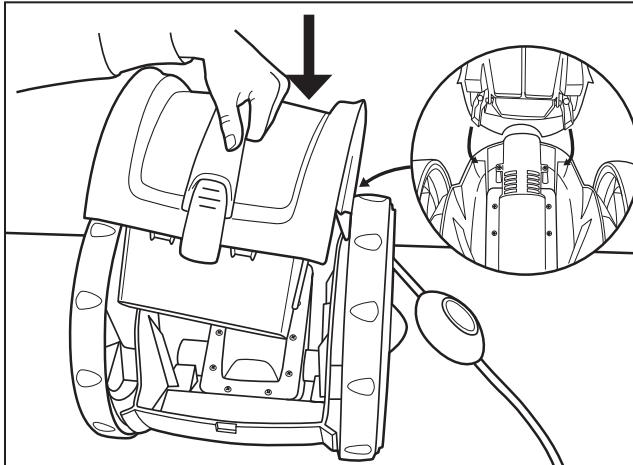

**Figure 12. Engrener les crochets de la cartouche filtrante sur le couvercle**
- Positionner les crochets de la cartouche filtrante sur les goupilles de réception du couvercle, tel qu'il est illustré à la Figure 12.